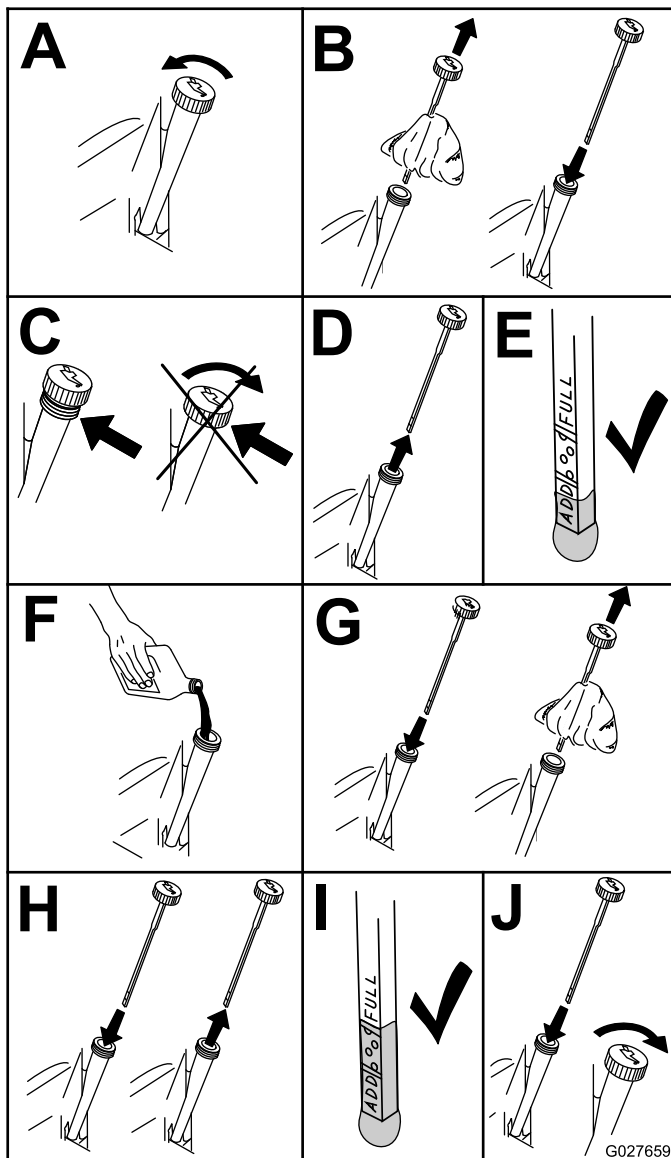

Figure 38
3. Contrôlez le niveau d'huile moteur, comme montré à la Figure 38.